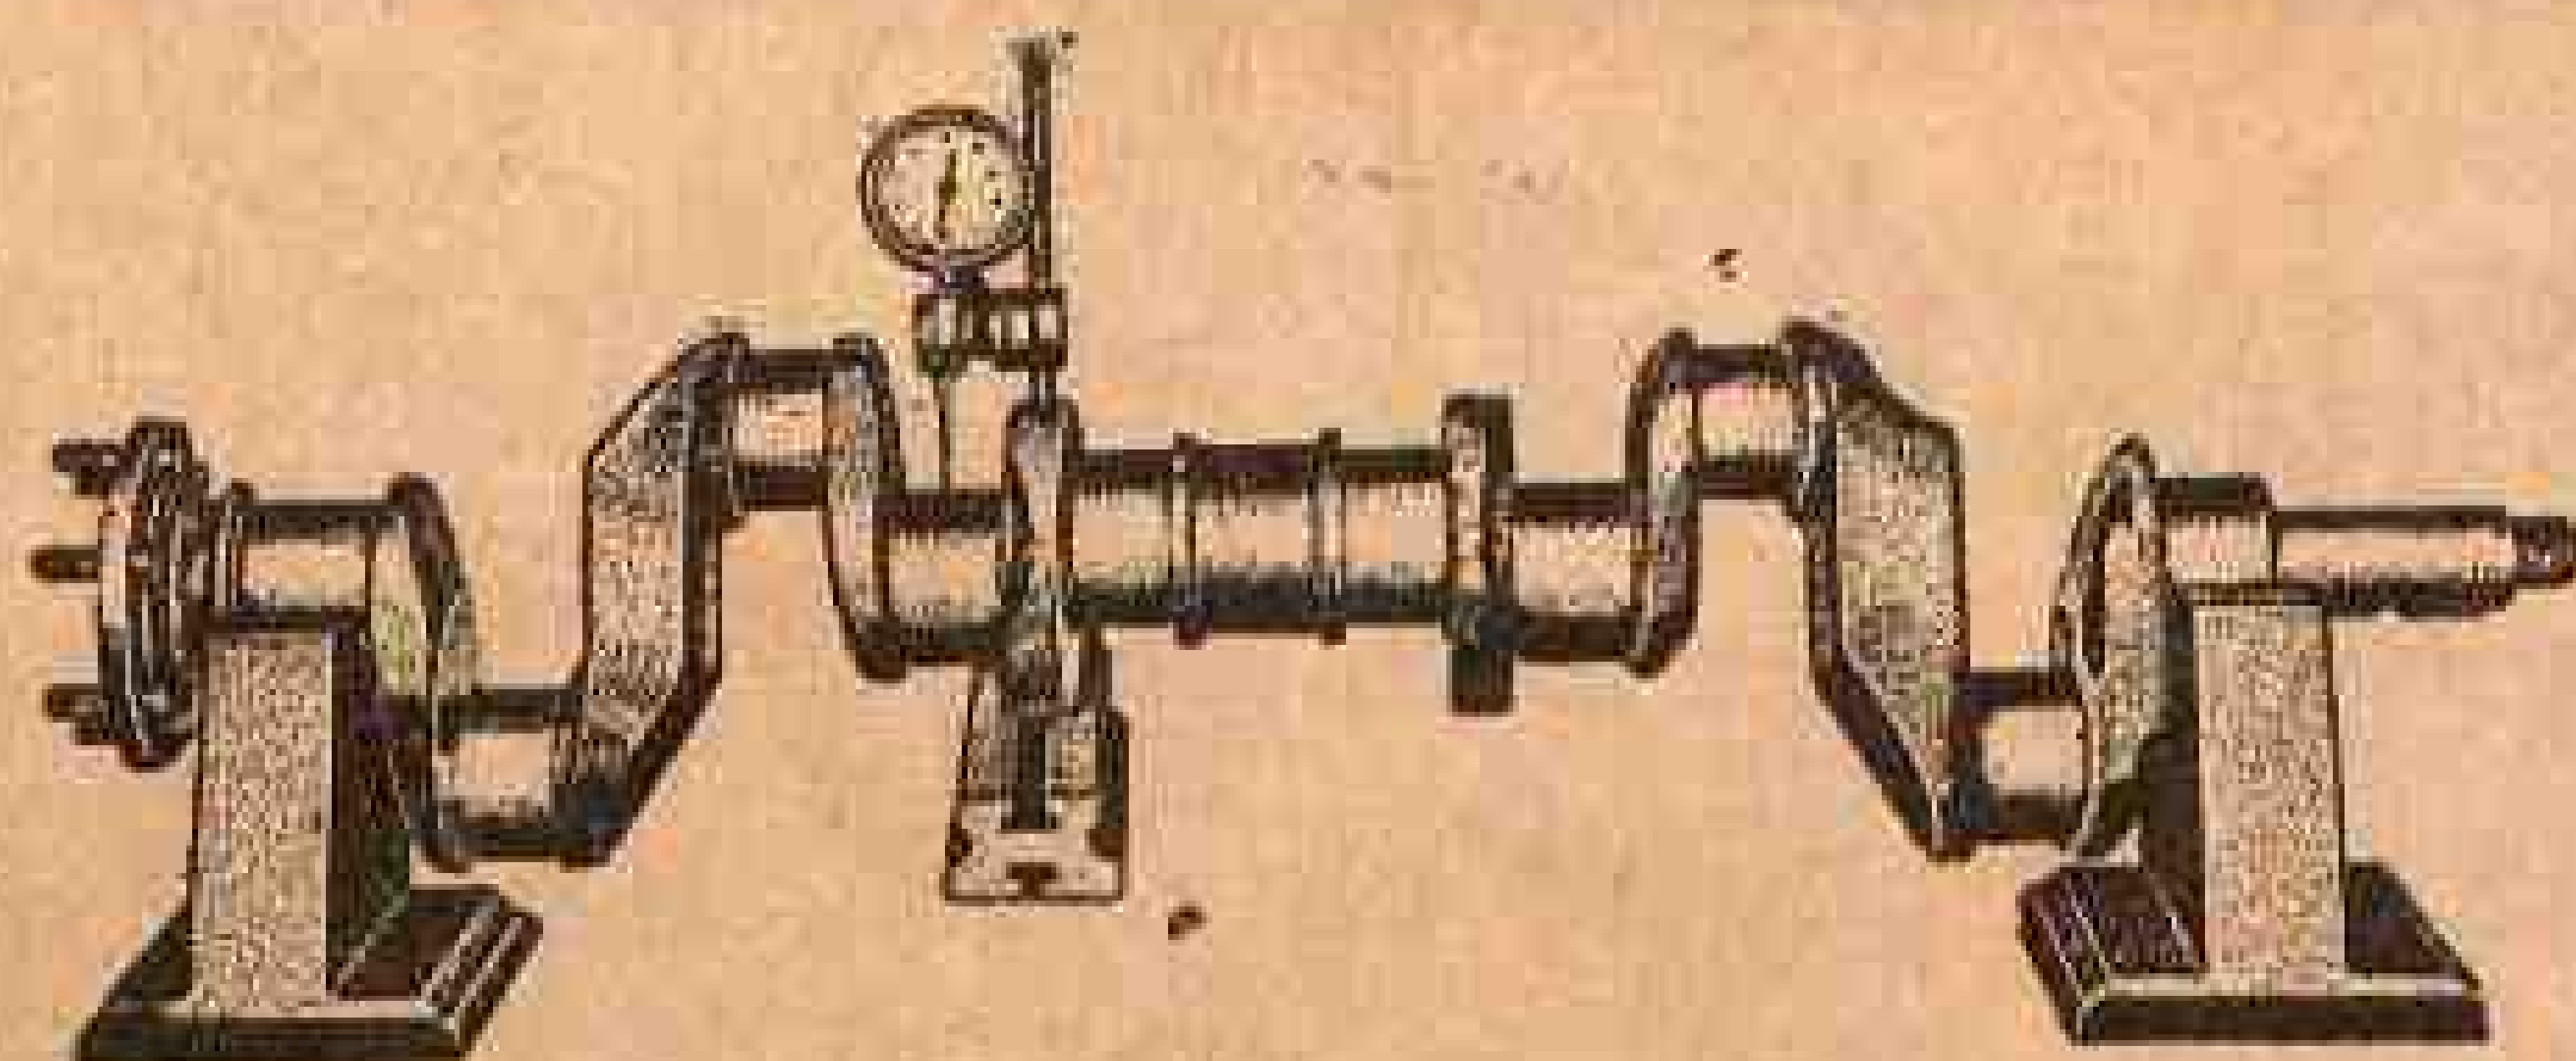

Fig. 341 — Verificação do alinhamento do eixo de manivelas.
a) **Exame do virabrequim e serviços nêle** — O eixo de manivelas precisa ser cuidadosamente verificado quanto ao alinhamento e quanto ao desgaste dos munhões, logo que é retirado do motor. Um micrômetro ou calibrador de eixo de manivelas mede os munhões dos mancais quanto ao tamanho e quanto à excentricidade. A verificação do alinhamento do eixo de manivelas se faz pondo-o a girar sobre blocos em V (fig. 341). Um indicador de mostrador, ajustado contra cada munhão principal, indicará logo qualquer desvio de alinhamento. Se o eixo de manivelas estiver fora do alinhamento, pode ser endireitado numa prensa forte. Os munhões que apresentarem excentricidade ou conicidade devem ser levados a máquinas apropriadas para corrigir tais defeitos, após o que se instalarão mancais menores.